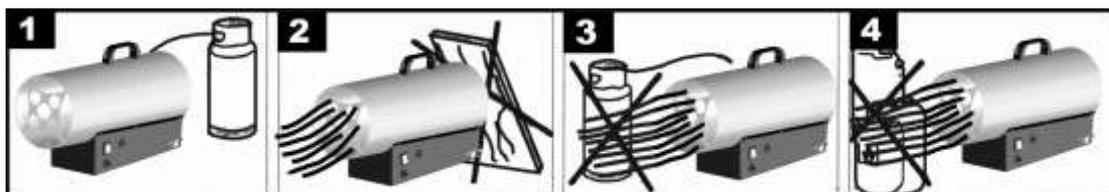

Рис.1
- 1.8. Не перекрывать впускные и выпускные отверстия нагревателя(Рис.1)